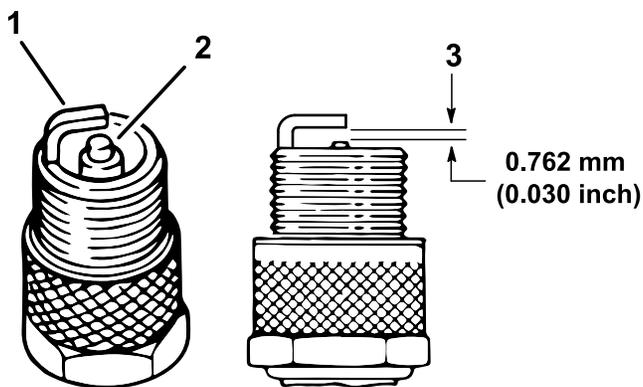

Рисунок 46
- Проверьте состояние бокового электрода, выровняйте по центру электрод и выровняйте по центру изолятор электрода, чтобы избежать повреждений (Рисунок 46).
- Установите зазор между центральным и боковым электродами на 0,76 мм, как показано на Рисунок 46.